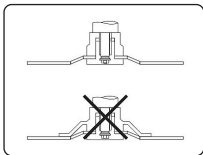

Figura 2
- Los discos con centro empotrado y diámetros de 100 mm a 230 mm deben ser montados en bridas con diámetros iguales (Figura 2).